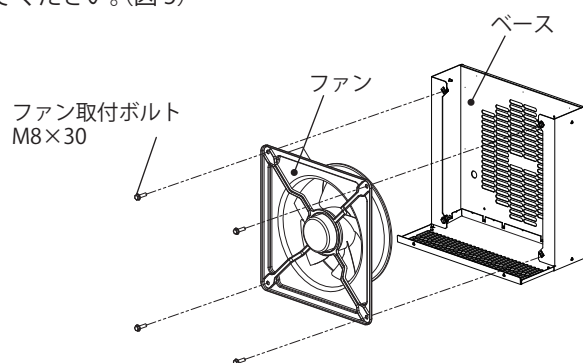

図 5
2. ファン取付ボルト M8×30 (4 ヲ所) を取り外し、ファンを取り外してください。(図 5)